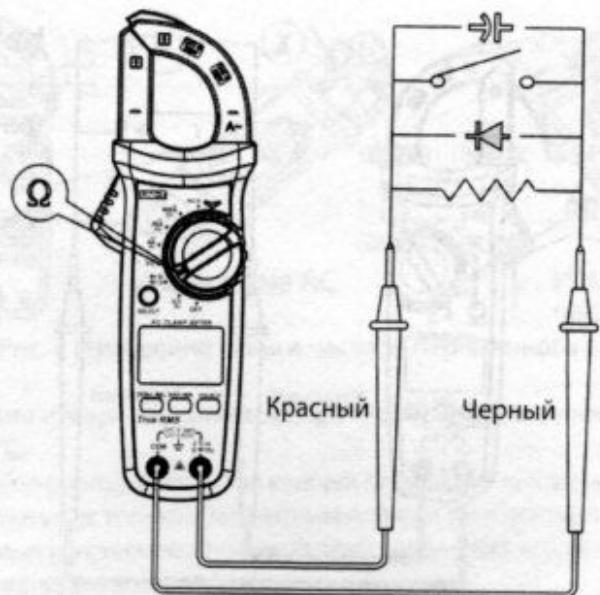

Рис. 4 Измерение сопротивления, проверка целостности, диода, измерение ёмкости
- Если напряжение $\geq 30 \text{ V}$ (AC) или $\geq 60 \text{ V}$ (DC), на дисплее появится сигнал опасного напряжения.
7.3 Измерение сопротивления (см. рис. 4)
7.4 Проверка целостности (см. рис. 4)
7.5 Проверка диода (см. рис. 4)
7.6 Измерение ёмкости (см. рис. 4)